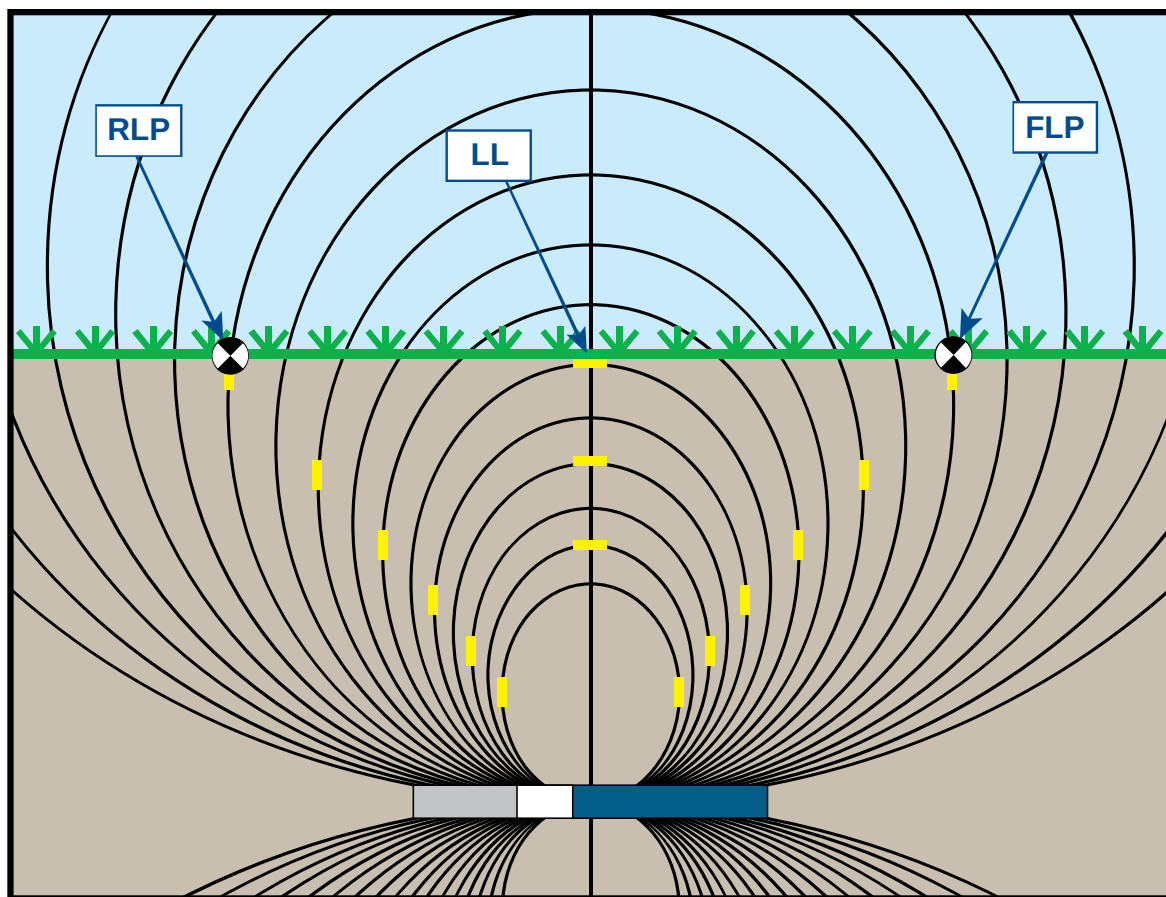

Abbildung B1 Flussfeld und Geometrie von FLP, RLP und LL (Seitenansicht)
Das vom Sender ausgestrahlte Signalfeld besteht aus einer Menge elliptischer Signale oder Flusslinien (siehe Abbildung B1). Die Flusslinien geben die Lage des Senders an. Wenn der Sender gegenüber der Geländeoberfläche eben ist, liegt die Ortungslinie (LL) direkt über dem Sender und die am Empfänger angezeigte Tiefe ist die tatsächliche Tiefe. Außerdem haben die Ortungspunkte (FLP und RLP) den gleichen Abstand vom Sender. Die LL befindet sich dort, wo die horizontalen Komponente des Flussfelds mit der Geländeoberfläche zusammenfällt und FLP und RLP liegen in den Schnittpunkten der vertikalen Komponenten des Flussfelds mit der Geländeoberfläche. Einige der horizontalen und vertikalen Komponenten sind in Abbildung B1 durch kurze gelbe Linien gekennzeichnet.